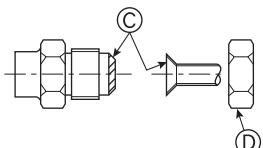

Fig. 4-8
Ⓐ (Fig. 4-8)
Ⓑ (Fig. 4-8)
4.4. Forbindelsesrør (Fig. 4-8)